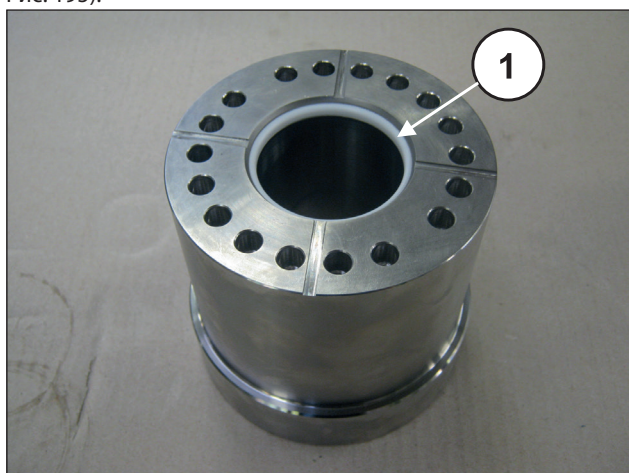

Рис. 195
Для сборки компонентов выполните операции в обратном порядке, тщательно соблюдая нижеописанную последовательность действий. Значения моментов затяжки и порядок затяжки приведены в параграфе 3. Вставьте опору уплотнения в уплотнение в гильзе (поз. ①, Рис. 195).